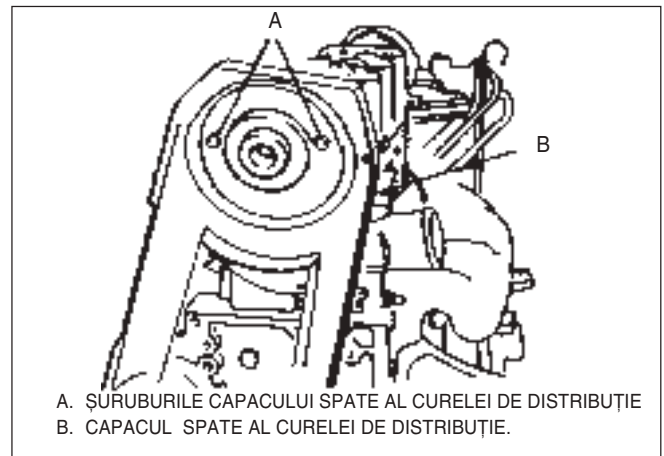

Fig. 12 Capacul de spate al curelei de distribuție
### ↔ Se demontează(Fig. 12)
- 1) Capacul spate și șuruburile capacului de spate(A, Fig.12), și șuruburile pompei de apă(151).